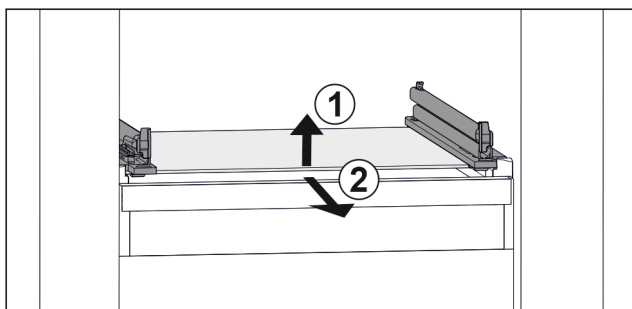

Fig. 111 Reprezentare exemplificativă a plăcii de sticlă
- ▶ Ridicați placa de sticlă din față. Fig. 111 (1)
- ▶ Extrageți placa de sticlă spre înainte. Fig. 111 (2)